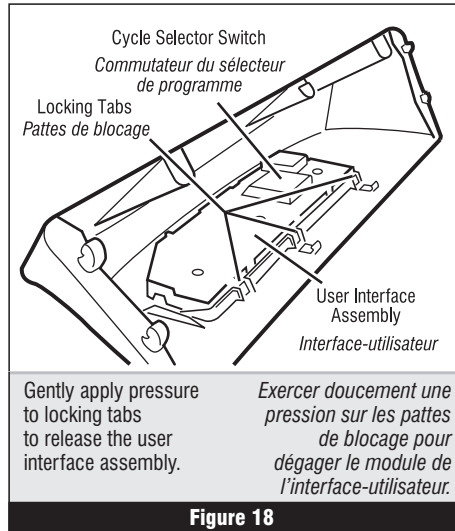

Figure 18
6. Remove the cycle selector switch from the user interface assembly opening by lifting the locking tab on the cycle selector switch and turning the selector switch in a counter-clockwise direction. See figure 18, page 15.
7. Locking tabs located at the bottom of the console insert panel secure the user interface assembly to the console insert panel. Using a flat-blade screwdriver, gently apply pressure to the locking tabs to release the user interface assembly. See figure 18.
6. Retirer le commutateur du sélecteur de programme à travers l'ouverture pour le séparer de l'interface-utilisateur : pousser vers le haut sur les pattes de blocage du commutateur de sélection de programme et faire tourner le commutateur dans le sens antihoraire. Voir figure 18, page 15.
7. Les pattes de blocage situées en bas du panneau de la console assujettissent l'interface-utilisateur sur le panneau de la console. Exercer doucement un effet de levier avec un tournevis à lame plate sur les pattes de blocage pour dégager le module de l'interface-utilisateur. Voir figure 18.